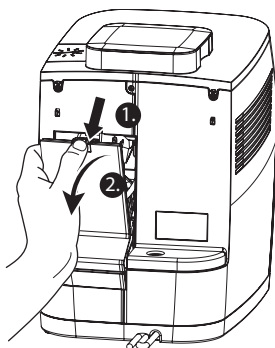

fig. 14: Tag afdækningen af bryggeenheden
3. Tag afdækningen af bryggeenheden på bagsiden af apparatet ved at trykke tappene ned med tommelfingrene og trække afdækningen mod dig (fig. 14).